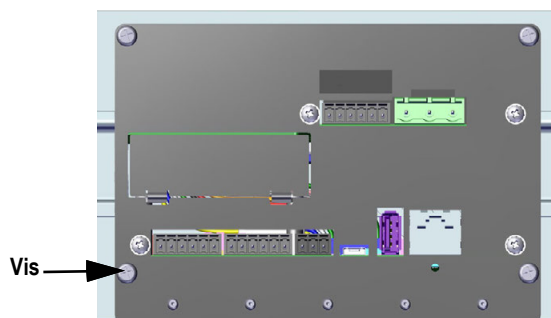

Figure 2-25. Vis de plaque inférieure
1. Retirer la vis indiquée sur la Figure 2-25.